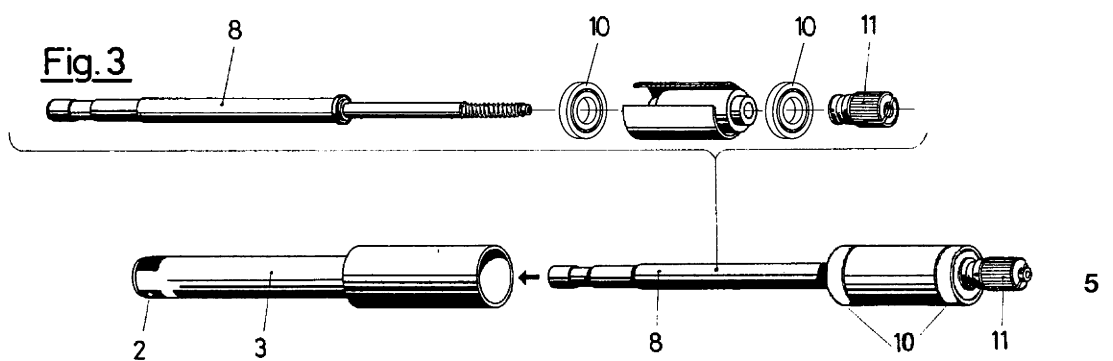

Fig. 3
Si les roulements à billes sont salis par inattention lors du changement d'huile, il faut les démonter (voir Fig. 3) et les nettoyer dans la benzine pure (n'employer aucun autre produit de nettoyage).
Si après une utilisation prolongée du moulinet de mesure, il est nécessaire de changer les roulements à billes, il faut procéder également suivant les indications de la figure 3. Mettre ensuite en place correctement l'écrou (11) et le serrer à fond. Le mieux consiste à maintenir l'axe en acier (8) dans le corps (1) du moulinet, suivant la figure 3. Après le montage, enlever à l'aide de benzine pure la graisse protectrice qui adhère aux paliers à billes.